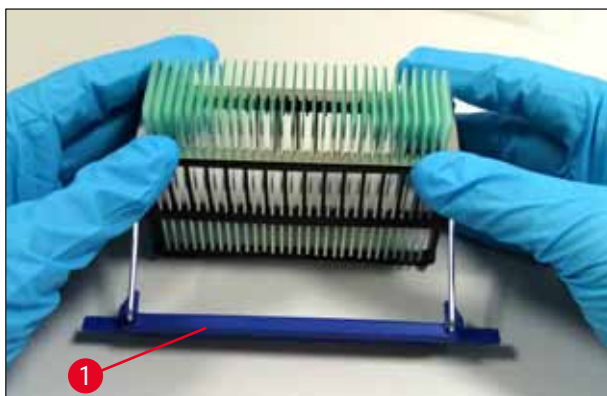

Fig. 35
3. Plasser klemmen forsiktig over prøveobjektglassene, og sørg for at bare ett objektglass sitter i hvert spor på klemmen (→ Fig. 35).
5. Med begge hendene samtidig skyver du forsiktig klemmen nedover til den klikker i posisjon (→ Fig. 35).